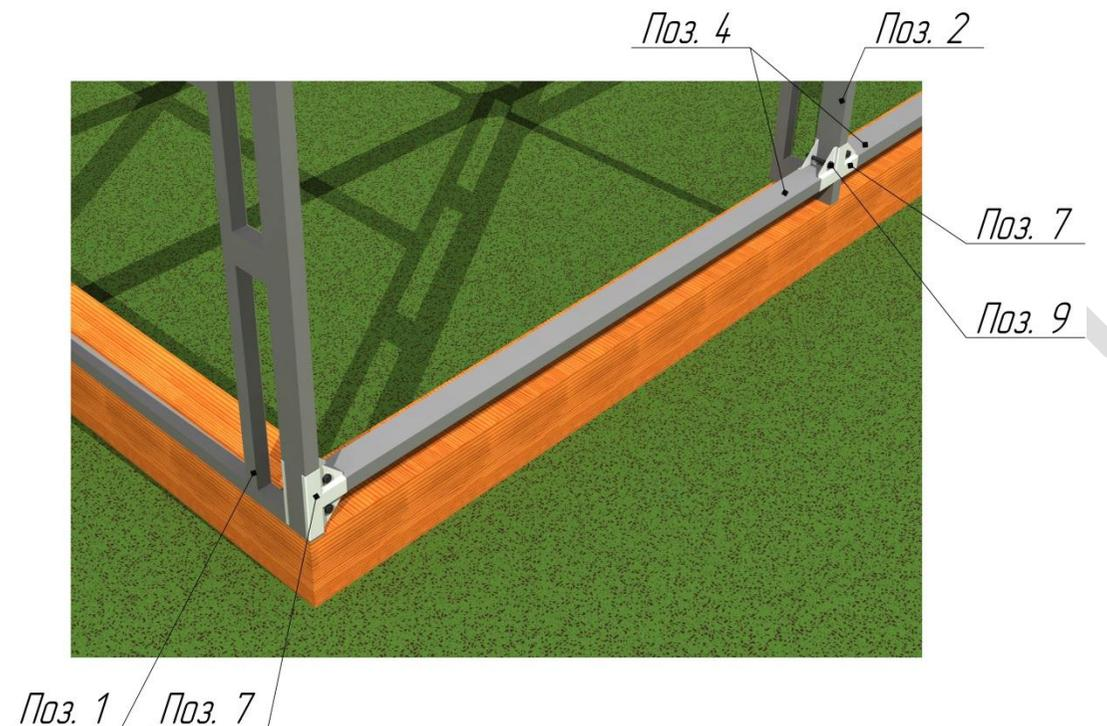

Рис. 6. Монтаж торцов с форточкой и дверью и нижнего основания на брусья
- Поз.7 Крепление-спайдер «Т-образный» – 27 шт. (рис.6,7,9);
- Поз.9 Болт+гайка – 174 + 174 шт. (рис.6,7,8,9);
4. Соединить **Поз.4** и **Поз.1** с помощью крепления-спайдер «Т-образный» (**Поз.7**). Закрепить на брусья саморезами или гвоздями (в комплект поставки не входят). Установить дуги (**Поз.2**) с помощью **Поз.7** на **Поз.4** (рис. 6).